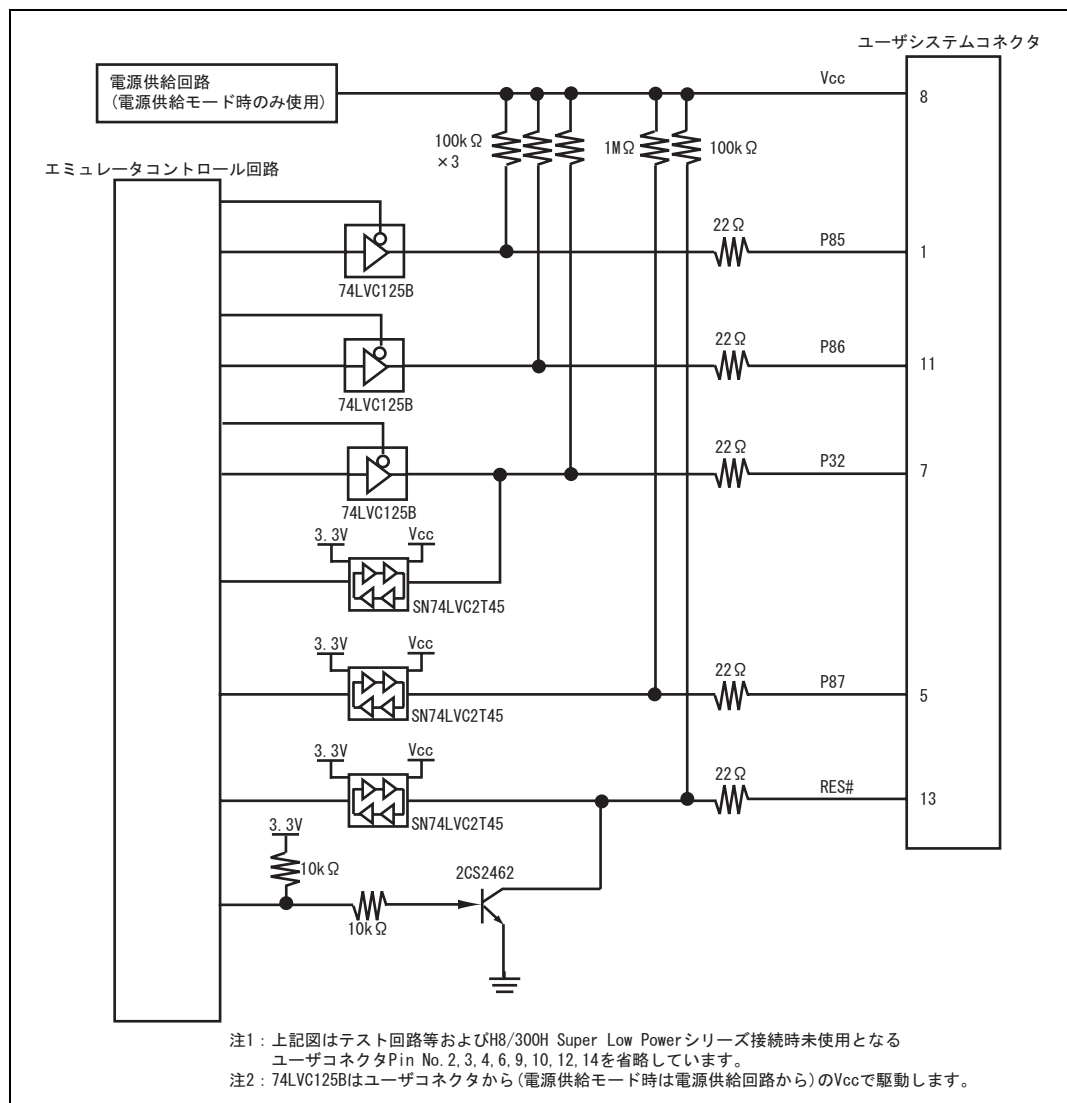

図 4.5 E8a エミュレータ内インタフェース回路 (参考)
7. 図 4.5 に E8a エミュレータ内インタフェース回路を示します。プルアップ抵抗の値などを決定するときに参考にしてください。